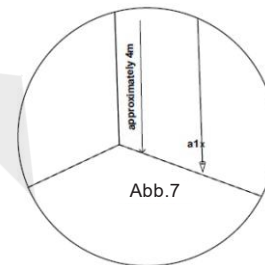

Abb.7
2. Nachdem sich das Lot gesetzt hat, markieren Sie den Punkt a1 an der Wand hinter dem Lot in der Nähe des Lotkegels (siehe Abbildung 7).